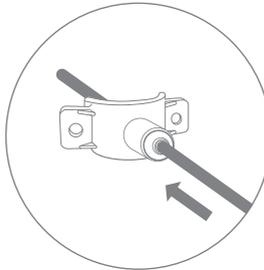

Рис. 20
3. Проденьте красную пластиковую трубку из комплекта поставки через штуцер хомута, чтобы она вышла с внутренней стороны хомута на 7...10 мм (рис. 20).